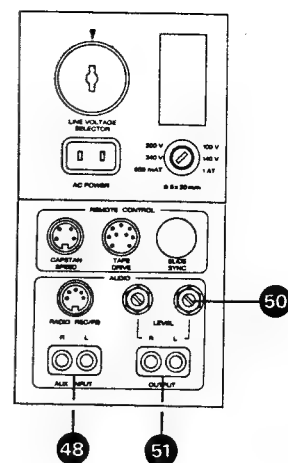

Fig. 6.4.-5
- Effectuez les commutations selon la fig. 6.4.-3.
- Raccordez un générateur BF aux entrées AUX INPUT (48).
- Branchez un millivoltmètre à la sortie OUTPUT (51).
- Bedienungselemente nach Fig. 6.4.-5 einstellen.
- NF-Millivoltmeter an Ausgang (51) OUTPUT L anschließen.
- Wiedergabetaste PLAY drücken und an Justierschraube (P) auf Ausgangsspannungs-Maximum einstellen.